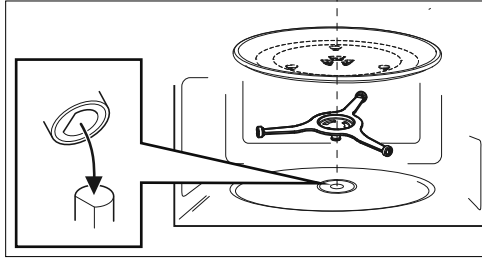

Abb. 4: Drehstern und Drehteller einsetzen
- ▶ Legen Sie dann den Drehteller mittig auf den Drehstern (siehe Abb. 4), so dass die Stege des Drehtellers zwischen den Aussparungen am Drehstern liegen.